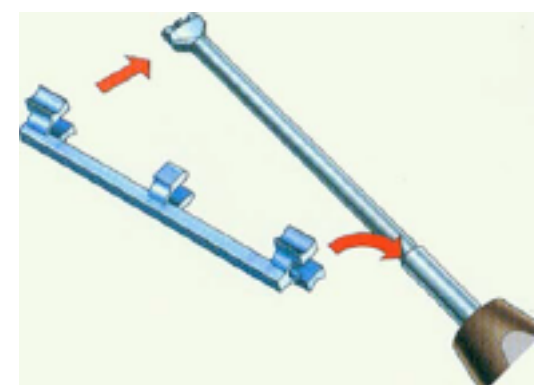

图 7a
- 可在夹持器任意一侧安装限深器，并保证夹持器处于正确的头 - 尾端位置（图 7a）。
- 在椎体撑开的情况下，将已经植好骨的 Cage 小心植入已经处理好的椎间隙（图 7a）。